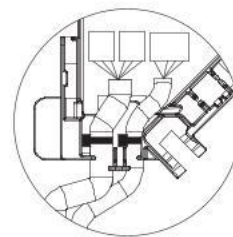

Fig. 10-15
- Sørger for at ledningene fester i-See-sensoren og signalmottakerens ledningsledninger er plassert inne i koblingsboksen. (Fig. 10-15)